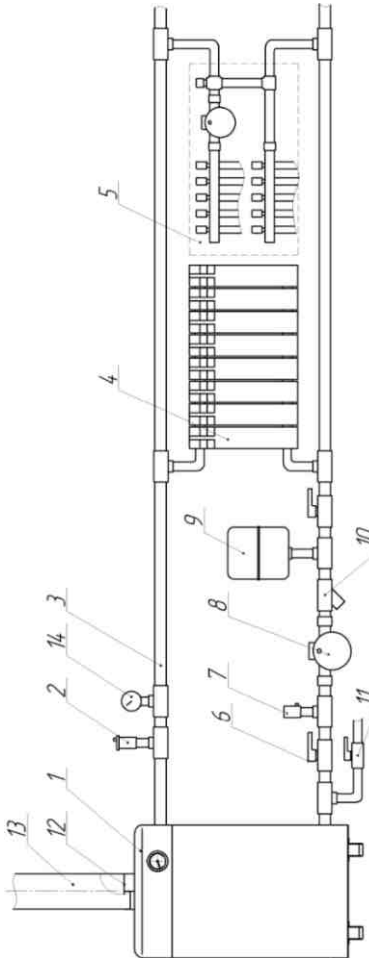
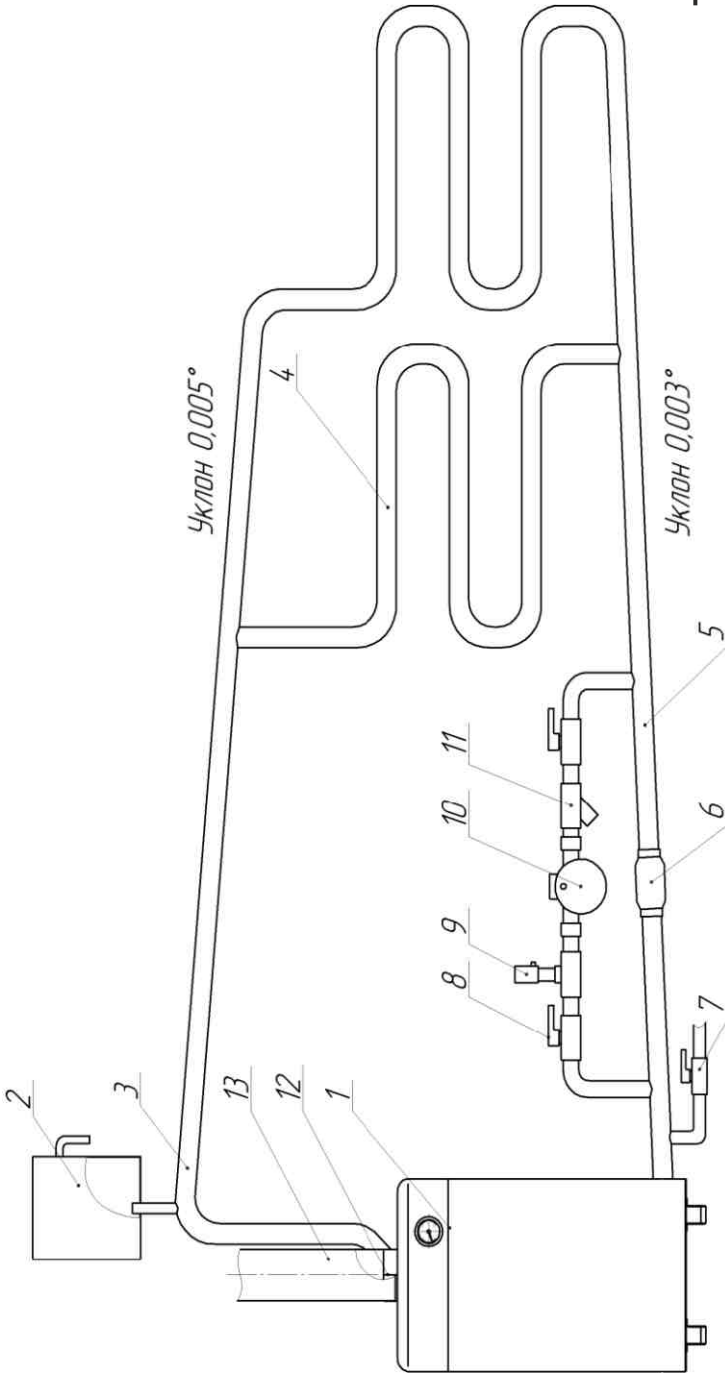

Рисунок 3 Рекомендуемая схема закрытой системы отопления
Рисунок 4 Рекомендуемая схема открытой
- 8.4. Система должна быть полностью заполнена теплоносителем, автоматический вывод воздуха происходит по средствам воздушного клапана (поз.2 рис.3), вывод воздуха из радиаторов отопления (поз.4 рис.3) осуществляется вручную при заполнении системы и перед началом отопительного сезона. В открытой системе отопления вывод воздуха происходит через расширительный бак (поз.2 рис.4).
- 8.5. Смесительно-распределительный узел системы «теплый пол» (поз.5 рис.3) позволит более четко контролировать температуру теплоносителя во всех ветках системы.
- 8.6. Подготовка циркуляционного насоса (поз.8 рис.3; поз.10 рис.4) к работе и его техническое обслуживание:
- 8.7. При работе системы отопления краны (поз.6 рис.3) на трубопроводе должны быть открыты.
- 8.8. В обратный трубопровод отопления присоединяется расширительный бак закрытого типа (поз.9 рис.3). Подбор расширительного бака необходимо вести с учетом объема теплоносителя в котле плюс в отопительной системе, принять бак объемом не менее 10% от этой суммы. Установку бака открытого типа (поз.2 рис.4) рекомендуется осуществлять в подающий трубопровод.
- 8.9. Обязательно в закрытую систему установить предохранительный клапан (поз.7 рис.3) с величиной срабатывания не более 0,3 МПа и манометр (поз.14 рис.3), допускается установка компонентов в составе группы безопасности.
- 8.10. Для заполнения и подпитки системы к обратному трубопроводу подвести трубопровод от водопровода холодной воды с установкой вентиля (поз.11 рис.3; поз.7 рис.4).
- 8.11. При первом заполнении системы по показанию манометра (поз.14 рис.3) наберите давление 0,05-0,1 МПа, при работе и нагреве котла
это число возрастет. При заполнении открытой системы следите за уровнем теплоносителя в расширительном баке (поз.2 рис.4), уровень должен составлять 1/3 объема бака, при нагреве уровень увеличится.
Примечание: Автоматический переход с принудительной на естественную циркуляцию теплоносителя произойдет в случае установки под байпас обратного клапана (поз.6 рис.4), если установлен вентиль, то переход осуществляется открытием вентиля.
- 9.1. При присоединении дымоотводящего канала к котлу, труба (поз.13 рис.3) должна плотно одеваться на обечайку (поз.12 рис.3) дымохода котла. Допускается уплотнить щель огнестойким материалом (глина, базальтовый картон и т.п).